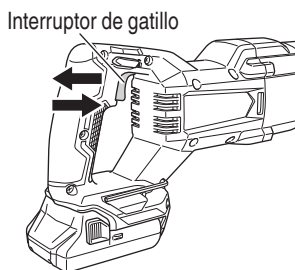

Fig. 17
- (2) Interruptor de gatillo (Fig. 17)